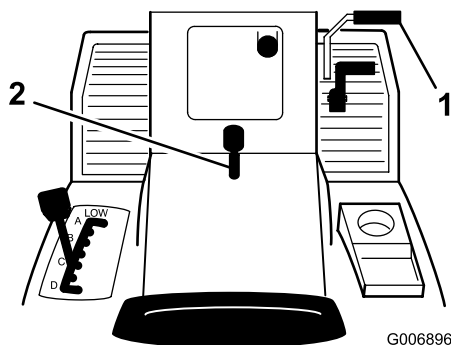

Figura 4
1. Pise a fondo el pedal de freno (Figura 4) y manténgalo en esa posición.
2. Levante la palanca del freno de estacionamiento (Figura 4) y levante poco a poco el pie del pedal de freno.
1. Pise el pedal del freno (Figura 4).